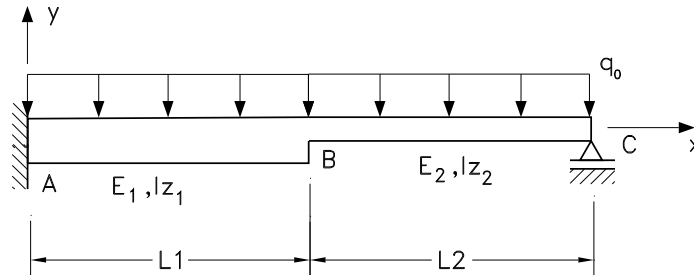

Figura 3: Questão 2.
**QUESTÃO 2 (Valor 2,0):** Considere a viga hiperestática mostrada na Figura 3 constituída de duas seções transversais indicada por  $E_1 I_{z_1}$  e  $E_2 I_{z_2}$ . Pede-se determinar as equações de cada trecho, bem como as equações de equilíbrio e compatibilidade cinemática possibilitando resolver o problema. Indique os números de equações e de incógnitas explicitamente.